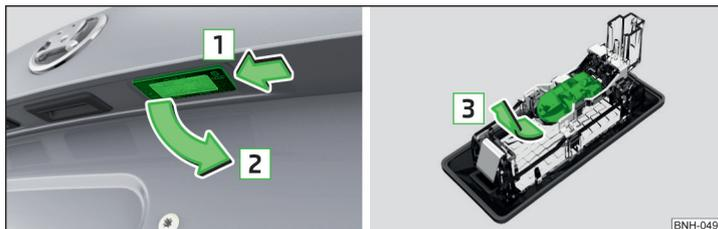

Fig. 196 Retirar la luz de la matrícula / cambiar la bombilla
- Presione la lámpara en el sentido de la flecha **1** » fig. 196 hasta que esté soltada.